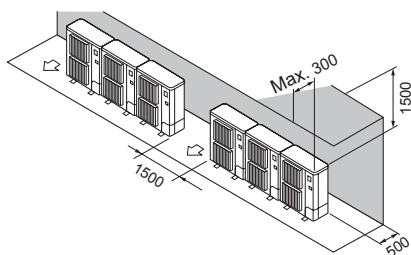

Fig. 2-14
- ② Solo ostacoli posteriori e superiori (Fig. 2-14)